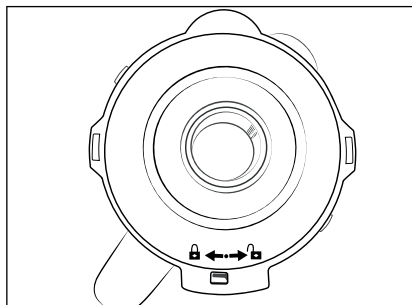

Fig. 1
- 1) Rode o copo misturador ③ para a esquerda, até a pega do copo misturador ficar sobre a posição . Levante o copo misturador ③ a direito, retirando-o do bloco do motor ⑥.
- 2) Remova a tampa ②, rodando-a para a esquerda na direção da posição  (ver fig. 1), até a conseguir puxar para cima.
- 1) Retire o copo misturador **3** do bloco do motor **6**. Para uma melhor fixação, remova a tampa **2**, rodando-a no sentido contrário ao dos ponteiros do relógio, na direcção da posição  (ver fig. 1), até conseguir puxá-la para cima e retirá-la.